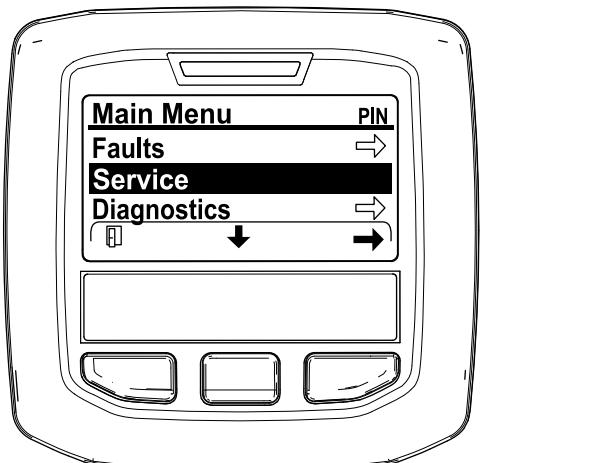

Figura 26
- Vá até ao MENU PRINCIPAL, prima o botão central para ir até ao MENU DE MANUTENÇÃO e prima o botão direito para selecionar a opção de MANUTENÇÃO (Figura 26).